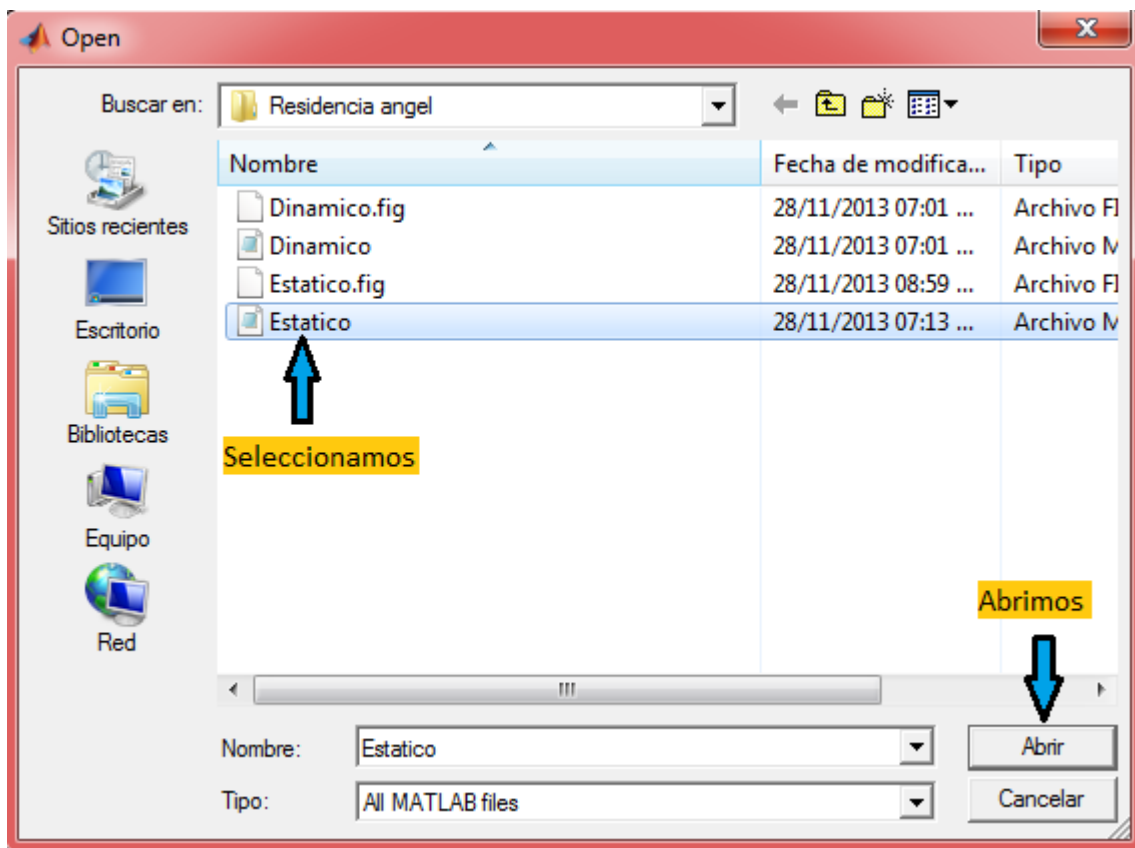

Fig. 2 Ventana Open
2. La carpeta “abrir archivo” nos abrirá una ventana nombrada Abrir (Open), en la cual buscaremos la ubicación del archivo (ya sea que se encuentre almacenada en la memoria de la PC o en una memoria externa) para seleccionarlo y abrirlo. Tal como se muestra en la fig. 2, existen dos archivos con el nombre Estático, como podemos apreciar uno de ellos posee la extensión FIG y la otra poseerá la extensión M. Nosotros seleccionaremos y abriremos el segundo, es decir, el archivo con extensión M.